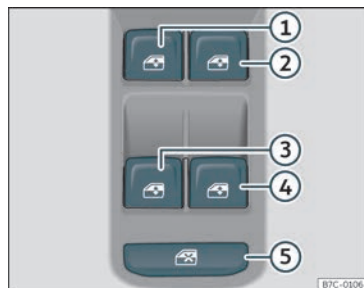

Fig. 82 Detalle da porta do condutor: mandos para as fiestras.
Mediante o mando de seguridade >>> **fig. 82** ⑤ da porta do condutor pode desactivar as teclas dos alzavidros das portas traseiras.